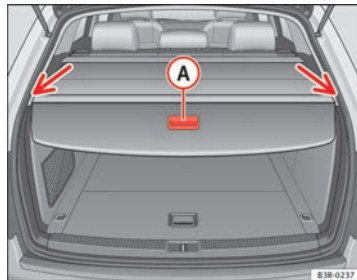

Abb. 118 Geöffnete Heckklappe mit geschlossener Gepäckraumabdeckung
- Ziehen Sie mit dem Griff **(A)** ⇒ Abb. 118 die aufgerollte Abdeckung gleichmäßig zum Fahrzeugheck.
- Hängen Sie die Enden der Querstange in die Öffnungen links und rechts in der Seitenverkleidung ein ⇒ Abb. 118 (Pfeil).